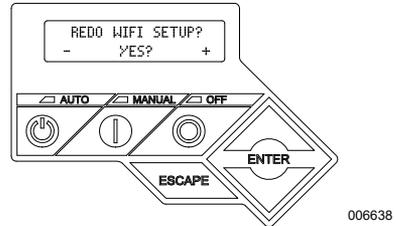

Figure 3-7. Page de reconfiguration Wi-Fi
2. Voir **Figure 3-7**. Utiliser les touches Haut/Bas et ENTER pour faire défiler jusqu'à la page **REDO WIFI SETUP?** (RECONFIGURER WI-FI ?). Sélectionner YES (OUI).